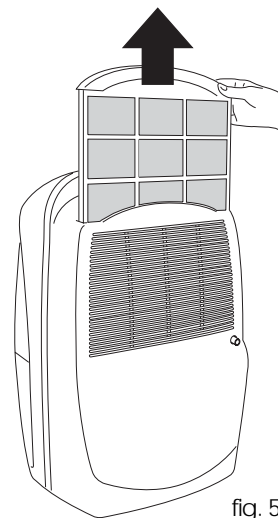

fig. 5
- Pour enlever le filtre, saisissez-le et tirez (Voir fig.5).